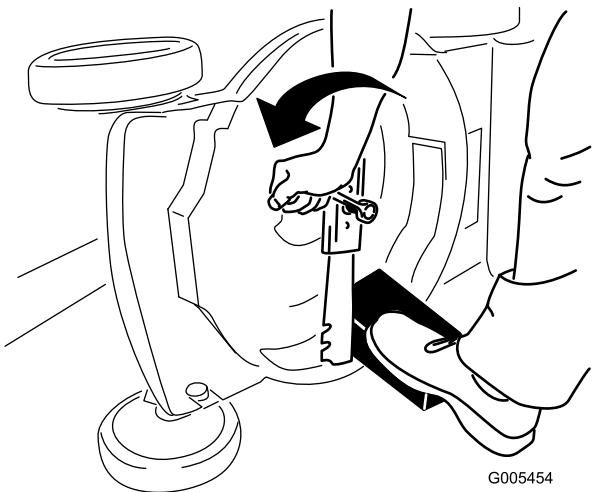

Рисунок 25
3. Используйте деревянную подкладку для неподвижного удерживания ножа (Рисунок 25).
4. Снимите нож, сохранив все крепежные детали (Рисунок 25).